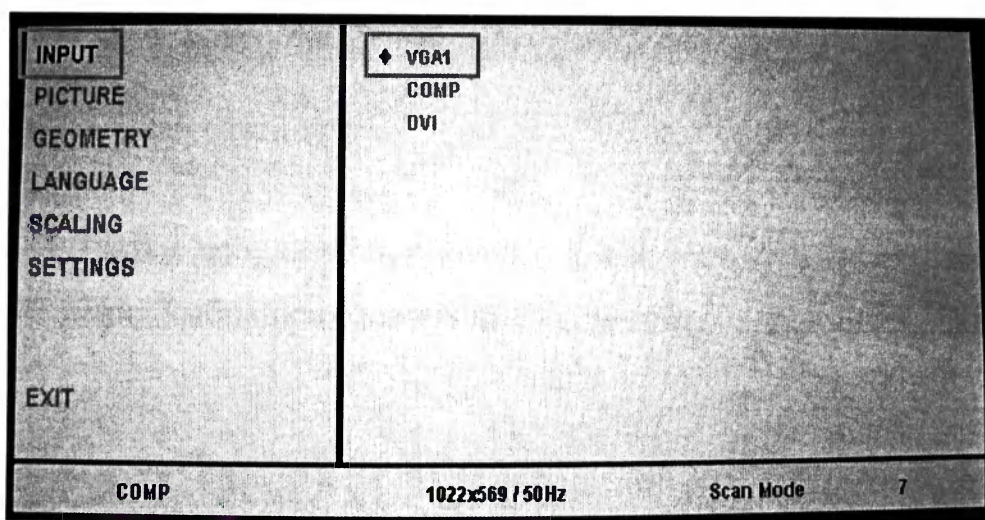

Рисунок 174
– настройте видеовход при помощи кнопок, описанных выше, выбрав меню **ВХОД**, а затем опцию **VGA** (см. рисунок 174);